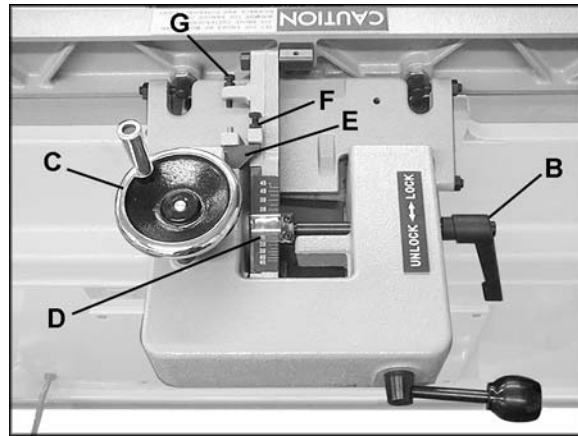
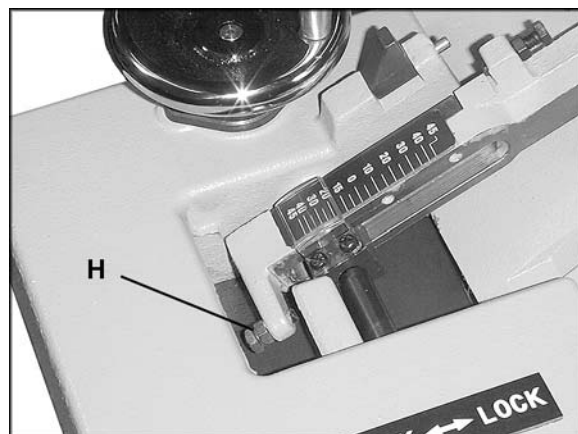

Figure 16
Figure 17
1. Desserrez le manche de verrouillage (B, Figure 16).
2. Basculez le bloc d'arrêt de 90 (E, Figure 16) hors du chemin.
3. Faites pivoter la roue manuelle (C, Figure 16) jusqu'à ce que l'angle souhaité s'affiche sur l'échelle (D, Figure 16). Vous pouvez également placer la pièce de travail taillée en biseau sur la table et contre le guide et faire pivoter la roue manuelle (C, Figure 16) jusqu'à ce que l'angle du guide corresponde au biseau de la pièce de travail.
4. Serrez le manche de verrouillage (B, Figure 16).
**IMPORTANT :** Après l'inclinaison du guide et après l'avoir ramené à 90 , n'oubliez pas de retourner le bloc d'arrêt de 90 (F, Figure 16) vers sa position de départ.
1. L'arrêt de 90 est contrôlé par la vis (F, Figure 16) et le bloc d'arrêt (E, Figure 16).
2. Desserrez le manche de verrouillage (B, Figure 16) et desserrez l'écrou hexagonal sur la vis (F, Figure 16).
4. Déplacez le guide jusqu'à ce qu'il adhère contre le dispositif de mesure d'angle. Tournez la vis (F, Figure 16) jusqu'à ce qu'elle touche le bloc d'arrêt (E, Figure 16).
5. Serrez l'écrou hexagonal sur la vis (F, Figure 16) et le manche de verrouillage (B, Figure 16).
1. L'arrêt avant de 45 est contrôlé par la vis (H, Figure 17).
2. Desserrez le manche de verrouillage (B, Figure 16) et l'écrou hexagonal sur la vis (H, Figure 17).
4. Faites pivoter la vis (H, Figure 17) jusqu'à ce qu'elle touche le moulage situé à l'avant de la vis.
5. Serrez l'écrou hexagonal sur la vis (H, Figure 17) et le manche de verrouillage (B, Figure 16).